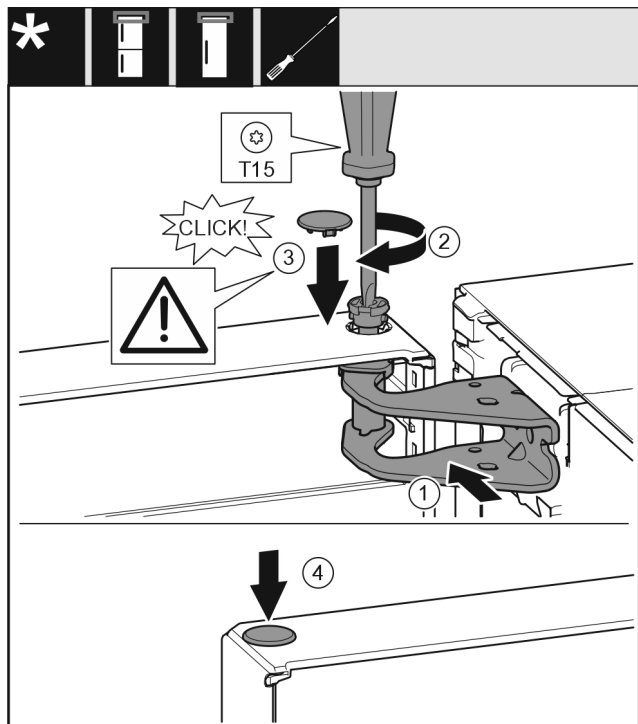

Fig. 26
- Rikta in dörren upptill så att den passar öppningen i lagerbocken. Fig. 26 (1)
- Sätt in stiftet Fig. 26 (2) och skruva fast med skruvmejseln.
- Montera säkringsskyddet Fig. 26 (3) som säkrar dörren: Sätt in säkringsskyddet och kontrollera att det ligger på dörren. Sätt annars in stiftet helt.
- Sätt in pluggen Fig. 26 (4).